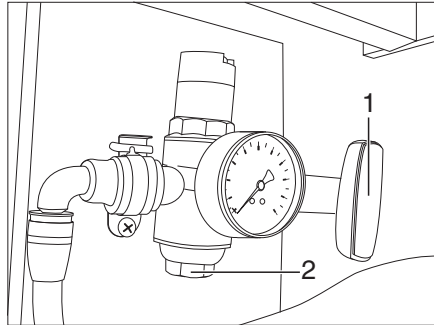

Bild 173 Druckminderer (Hauptsperrhahn geschlossen)
- Schauglas (Bild 173,2) am Druckminderer schließen.
- Hauptsperrhahn am Druckminderer (Bild 173,1) schließen.
- Hauptsperrrhahn am Druckminderer (Bild 173,1) öffnen.